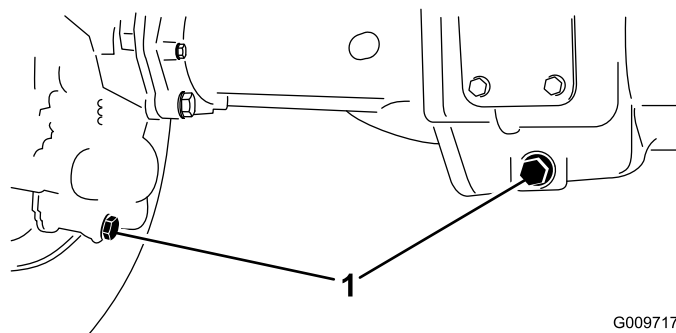

Figura 92
2. Limpe a zona em redor dos 3 tampões de escoamento, 1 em cada extremidade e 1 no centro (Figura 92).